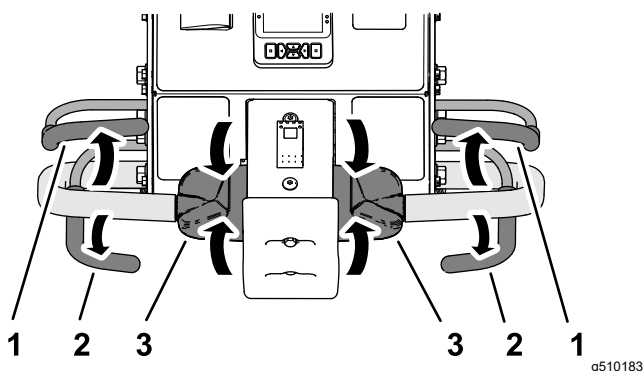

図 79
1. エアレーション中の場合はエアレーションベイル 図 79 から手を放してコアリングヘッドを上昇させる コアリングヘッドを上昇させるには (ページ 44) を参照。